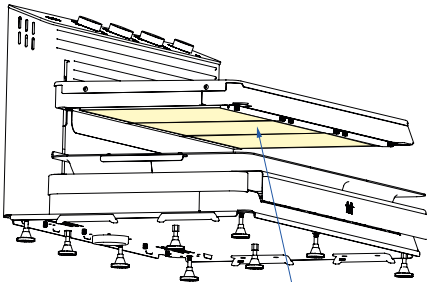

Abbildung 24
- Die MiiTi 09-Modelle verfügen über 3 Filament-Schutzgläser (Abbildung 24).